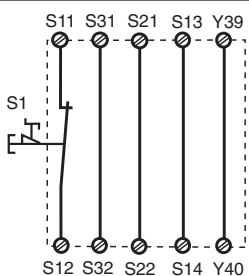
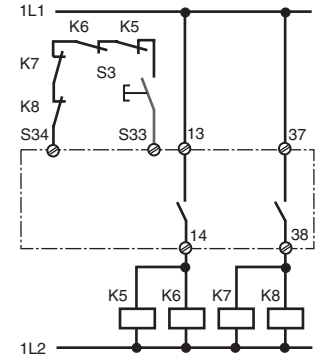

Fig. 2: Circuito de entrada monocal, rearme automático/Circuito di ingresso monocale, start automatico/Eenkanalig ingangscircuit, automatische start
Fig. 10: como la Fig. 9 con rearme supervisado/come fig. 9 con start controllato/zoals fig. 9 met bewaakte start
En las Fig. 2 ... a Fig. 10 se presentan ejemplos de conexión para modo de conexión de parada de emergencia con rearme automático y supervisado, control de puerta protectora así como multiplicación de contactos mediante contactores externos. Por favor tenga en cuenta:
- Fig. 2 y 7: **no hay** conexión S33-S34
In Fig. 2 ... Fig. 10 sono riportati degli esempi di collegamento per il cablaggio dell'arresto di emergenza con start automatico e controllato, controllo ripari mobili, nonché l'aumento del numero dei contatti mediante relè esterni.
- Fig. 2 e 7: **nessun** collegamento S33-S34
In fig. 2 ... 10 worden aansluitvoorbeelden gegeven van noodstop-schakelingen met automatische en bewaakte start, hekbewakingen en contactvermeerdering d.m.v. externe magneetschakelaars.
- Fig. 2 en 7: **geen** verbinding S33-S34